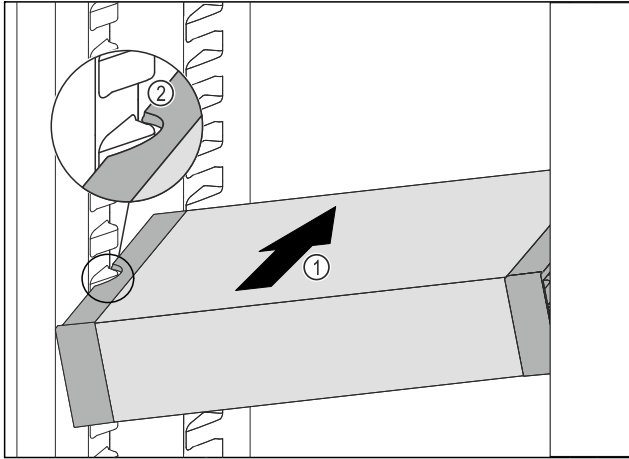

Fig. 200
- VarioSafe schräg in das Kühlteil einschieben Fig. 200 (1), bis sich die seitlichen Aussparungen Fig. 200 (2) des VarioSafes auf Höhe der Behälterrippe im Kühlteil befinden.